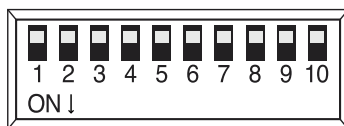

Fig.4
- Per impostare la modalità musicale è necessario posizionare il DIP-switch [1-10] su "OFF" (fig.4)